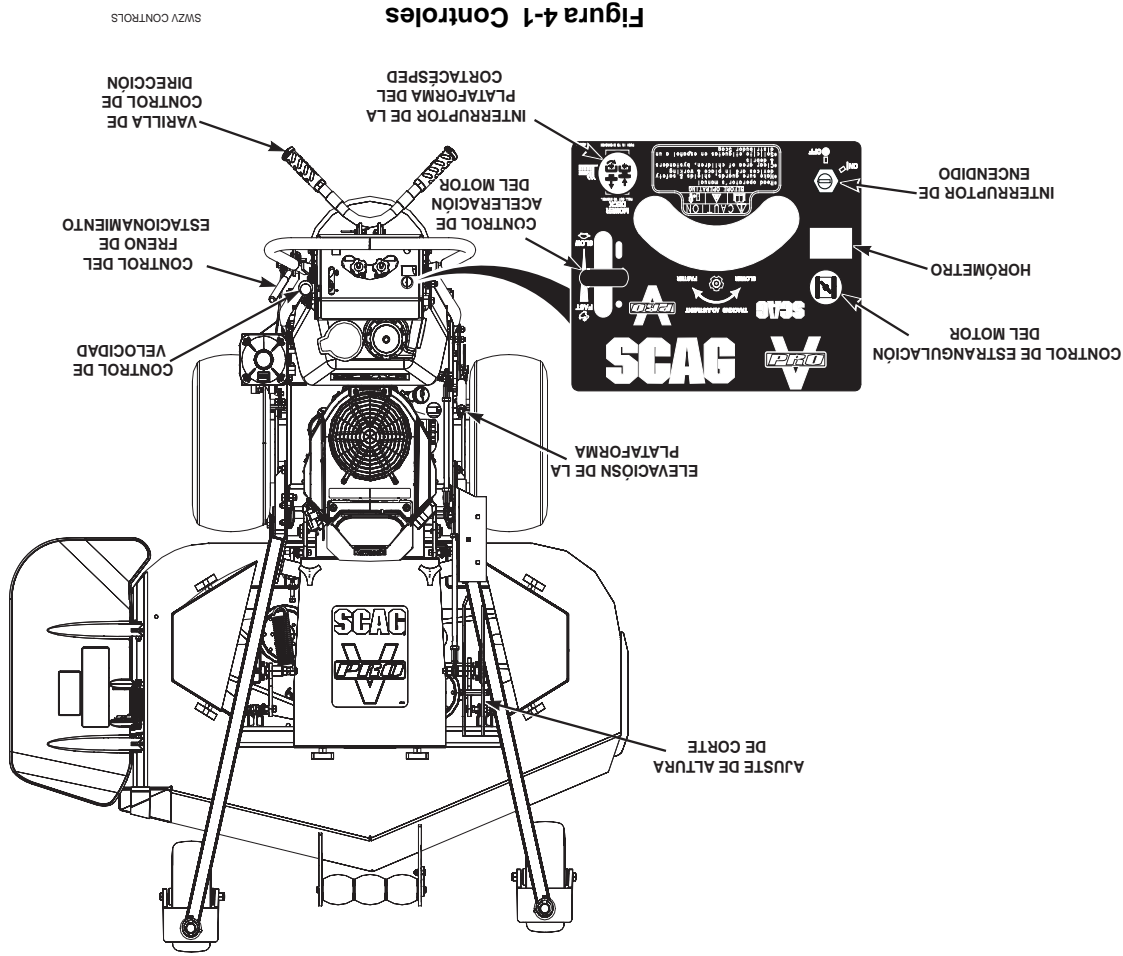

Figura 4-1 Controles
5. **Horómetro (Figura 4-1).** Indica el número de horas que ha operado el motor. Opera cuando el motor está funcionando. Ha fijado los recordatorios para el mantenimiento del motor y los cambios de aceite del sistema hidráulico. El mantenimiento programado empezará a destellar 2 horas antes de la hora establecida y continuará destellando hasta 2 horas después. Reinicia automáticamente.
6. **Control de dirección (Figura 4-1).** Se usa para controlar la dirección de desplazamiento del cortacésped. Vea la Sección 4.5 para mayores detalles sobre los controles de desplazamiento del cortacésped.
7. **Control de velocidad (Figura 4-1).** Se usa para fijar la velocidad máxima del cortacésped hacia ADELANTE. Vea la Sección 4.5 para mayores detalles sobre los controles de desplazamiento del cortacésped.
8. **Control del freno de estacionamiento (Figura 4-1).** Usado para accionar y desconectar los frenos de estacionamiento. Tire de la palanca para accionar los frenos de estacionamiento. Presione la palanca para desconectar los frenos de estacionamiento.
9. **Palanca de elevación de la plataforma (Figura 4-1).** Usada para levantar y bajar la plataforma de corte.
10. **Ajuste de la altura de corte (Figura 4-1).** Usado para poner la plataforma de corte en la altura de corte deseada.
1. **Interruptor de encendido (Figura 4-1).** El interruptor de encendido se usa para arrancar el motor. Los motores de arranque manual tienen dos posiciones: OFF y ON. Los motores de arranque eléctrico tienen tres posiciones: OFF, ON y START.
2. **Interruptor de la plataforma del cortacésped (Figura 4-1).** Usado para accionar y desconectar el sistema de transmisión del cortacésped. Tire del interruptor para accionar la transmisión de plataforma. Presione el interruptor para desconectar la transmisión de plataforma.
3. **Control de estrangulación del motor (Figura 4-1).** Usado para arrancar un motor frío. (1). Usado para arrancar un motor frío.
4. **Control de aceleración del motor (Figura 4-1).** Usado para controlar la velocidad de motor. Presionando la palanca hacia abajo aumenta la velocidad del motor. Tirando de la palanca hacia atrás disminuye la velocidad del motor. La posición completamente hacia atrás es la posición de MARCHA EN VACÍO. La posición de corte es la de más adelante.